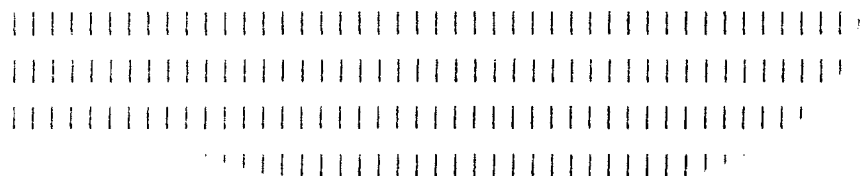

Bild 16. Testtext
5.7.6 Kontrollera att skrivaren skriver följande testtext, se bild 16.